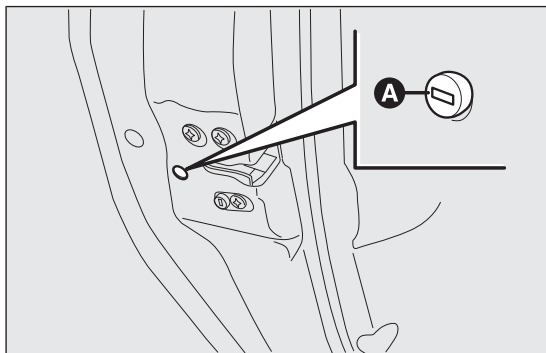

fig. 70
- ☐ introducir la pieza metálica de la llave de contacto en el alojamiento A fig. 70;